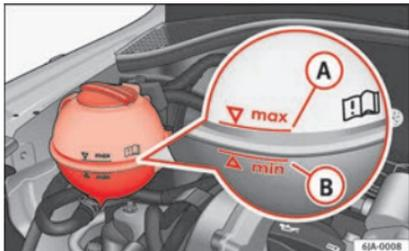

Abb. 208 Motorraum: Kühlmittel-Vorratsbehälter
- Prüfen Sie den Kühlmittelstand am Kühlmittelausgleichbehälter »» » Abb. 208. Der Kühlmittelstand muss bei kaltem Motor zwischen den Markierungen **B** (min.) und **A** (max.) liegen. Bei warmem Motor kann er auch etwas über der Markierung **A** (max) liegen.
- Legen Sie einen Lappen auf den Deckel des Kühlmittelausgleichbehälters »» » Abb. 208 und schrauben Sie den Deckel **vorsichtig** ab.
Füllen Sie das Kühlmittel nicht über die Marke **A** (max.)! »» » Abb. 208 Überschüssiges Kühlmittel wird bei Erwärmung durch das Überdruckventil im Verschlussdeckel des Kühlmittelausgleichbehälters aus dem Kühlsystem gedrückt.